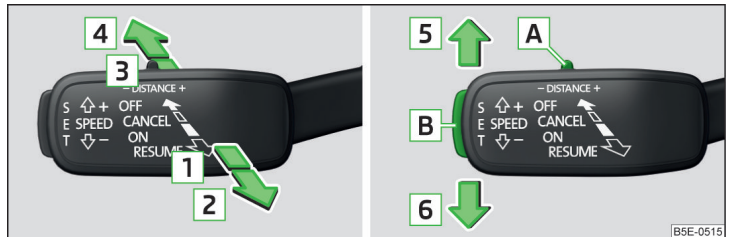

Abb. 234 Bedienungshebel
» Abb. 234
- Die Taste **SET** » Abb. 234 auf Seite 194 drücken.
- **oder:** Den Hebel in die gefederte Stellung **RESUME** » Abb. 234 auf Seite 194 einstellen.
- Den Hebel in die gefederte Stellung **CANCEL** » Abb. 234 auf Seite 194 einstellen.
Die gewünschte Geschwindigkeit wird mit dem Bedienungshebel eingestellt oder geändert » Abb. 234 auf Seite 194.
► Den Schalter **DISTANCE** in die gefederte Stellung – oder + einstellen » Abb. 234 auf Seite 194.
Ein Beschleunigungsvorgang kann jederzeit durch Betätigung des Bremspedals oder den Druckpunkt **CANCEL** am Bedienungshebel » Abb. 234 auf Seite 194 abgebrochen werden.